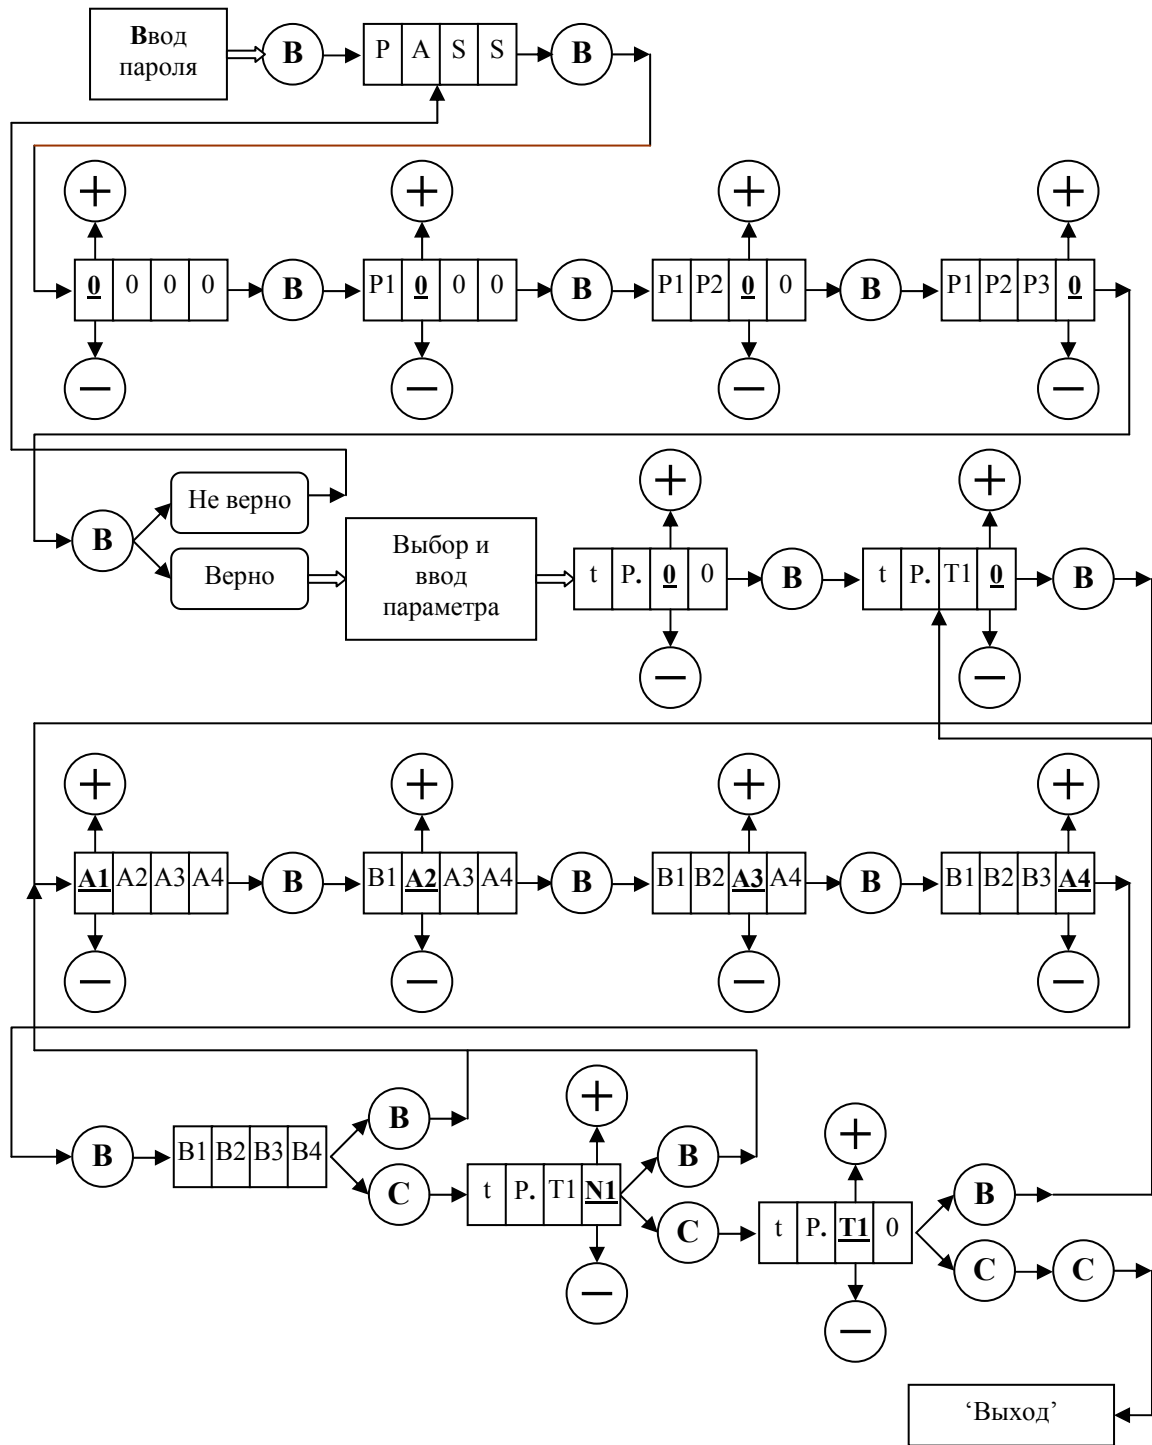

Рис. 3. Ввод параметров ЭД и УСНА с помощью клавиатуры.
3.5.6.12. **Un_P** – пункт меню 1 уровня – редактирование параметров *Устройства*. Этот пункт меню подробно рассмотрен при описании режима ‘*Редактирование параметров УСНА*’. Диаграмма ввода параметров *Устройства* аналогична диаграмме ввода параметров ЭД и изображена на **рис.3**.
3.5.8.3. На **рис. 3** изображена диаграмма ввода параметров с помощью клавиатуры, где кружки с соответствующими надписями обозначают кнопки клавиатуры, причем буква **B** обозначает **ВВОД**, а буква **C** – **СБРОС**.